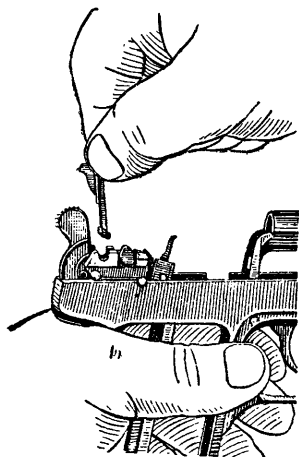

Рис. 22. Присоединение передающего рычага
7. Присоединить передающий рычаг. Удерживая пистолет левой рукой, большим и указательным пальцами правой руки взять передающий рычаг длинной цапфой к себе и в вертикальном положении (рис. 22) вставить цапфы в цапфенные гнезда.